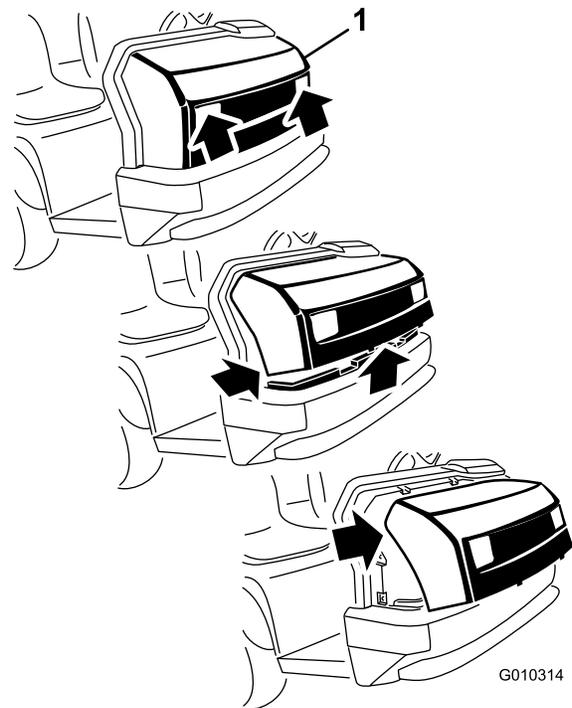

Figura 47
1. Segurando firmemente no capot pelas aberturas dos faróis, levante o capot para soltar as patilhas de montagem inferiores das ranhuras da estrutura (Figura 47).
2. Desloque a parte inferior do capot para cima até ser possível retirar as patilhas de montagem superiores das ranhuras da estrutura (Figura 47).
3. Desloque a parte superior do capot para a frente e desligue os conectores de fios dos faróis (Figura 47).
2. Insira as patilhas de montagem superiores nas ranhuras da estrutura (Figura 47).
3. Insira as patilhas de montagem inferiores nas ranhuras da estrutura (Figura 47).